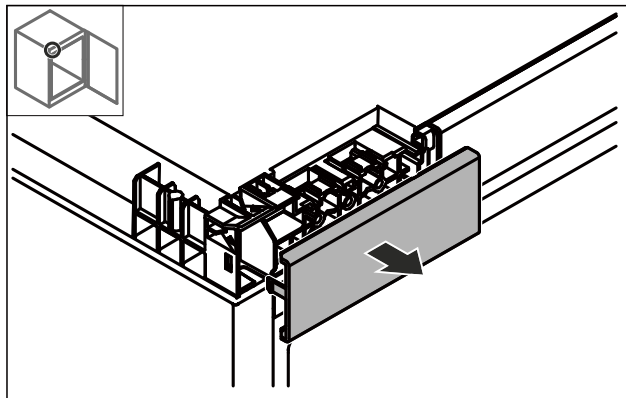

図1
- 図1で取り外したカバーを180°回転させ、機器上部の戸先側に取り付けます。